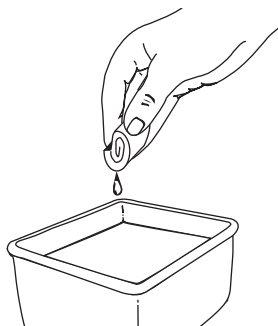

Fig. 28
3. Lavez le filtre dans un mélange d'eau et de détergent (Fig. 28). Rincez le filtre abondamment et laissez-le sécher.